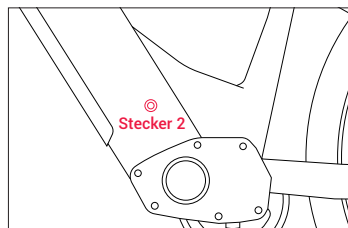

Abbildung 2
**Schritt 3:** Entfernen Sie die Gummiabdeckung der Ladebuchse und stecken Sie den Gleichstromstecker (Stecker 2) des Ladegeräts in die Akkuladebuchse (Abb. 2)